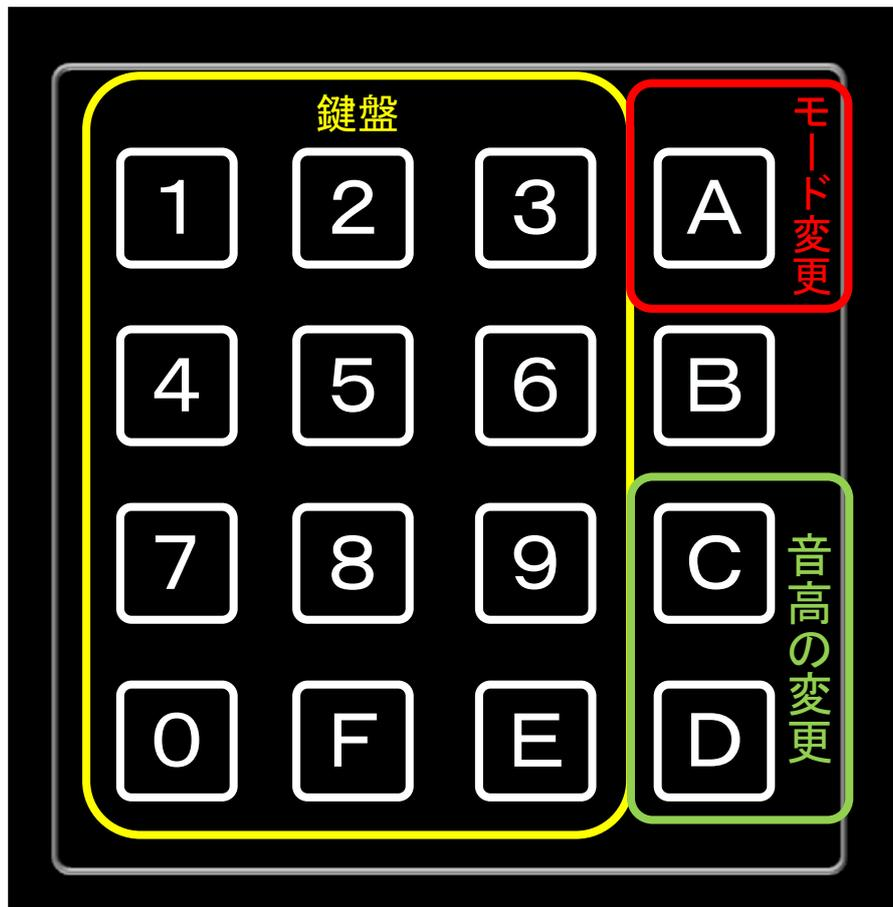

図 1-8 16進キーボード割付
(1) 16進キーボードの入力
- 本サンプルプログラムは、リセット直後ではメロディモードになっています。このモードでは、図 1-8 に示すとおり“0～9”、“F”と“E”キーには鍵盤として音階が割りついており、キー押下でマトリクスLEDの点灯および、MIDI音源からの発音をおこないます。